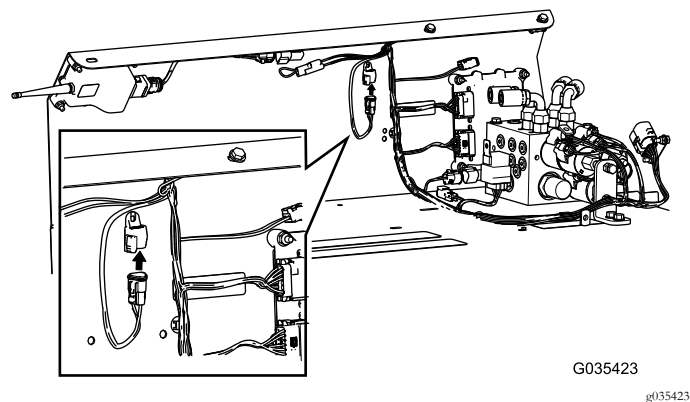

Bild 14
5. Stecken Sie den CAN-Diagnostikanschluss in die vorher angebrachte Kabelbaumkappe (Bild 14).